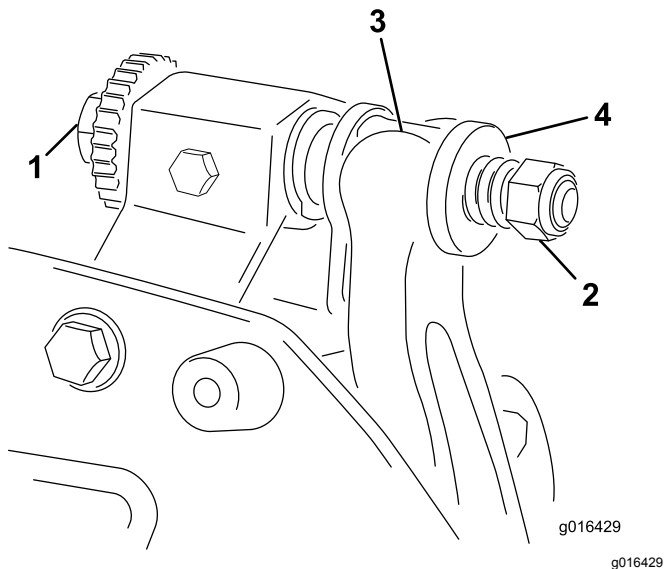

Bild 21
1. Drehen Sie die Einstellschraube des Untermesserträgers nach links, um den Abstand zwischen Untermesser und Spindel zu vergrößern (Bild 21).
2. Drehen Sie die Federspannungsmutter so weit hinaus, bis die Scheibe nicht mehr gegen den Untermesserträger angespannt ist (Bild 21).
1. Montieren Sie den Untermesserträger. Positionieren Sie die Befestigungsöhren zwischen die Scheiben und der Einstellschraube des Untermesserträgers (Bild 21).